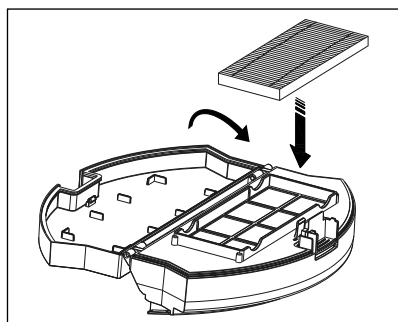

Fig. 13
- 8) Așezați filtrul EPA **7** înapoi în compartiment și închideți recipientul de praf **16** (a se vedea fig. 13).